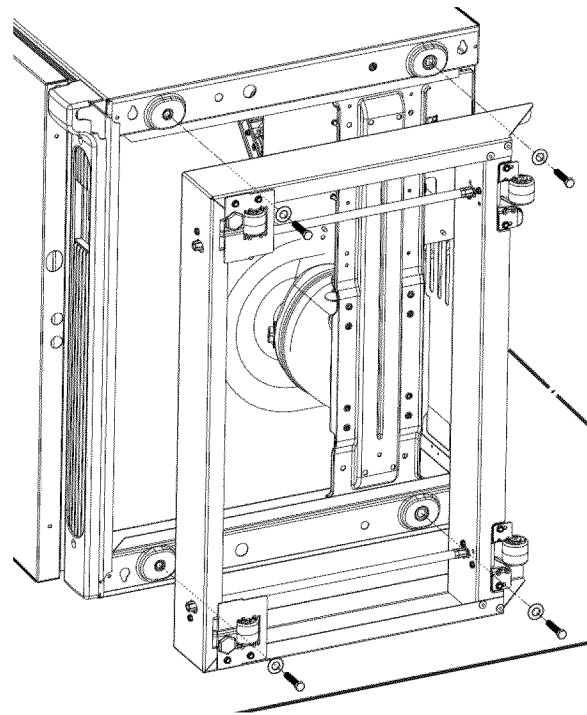

Figura 13
- Repita el procedimiento anterior para los tres puntos restantes de conexión. Véase la figura 13.